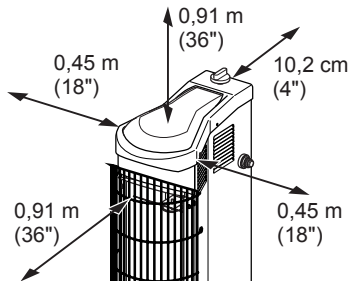

Figure 1 - Distance à maintenir avec les combustibles
4. Distances minimales entre l'appareil de chauffage et les combustibles : Arrière : 10 cm (4 po) ; Côtés : 46 cm (18 po) ; Dessus et avant : 92 cm (36 po) (voir figure 1).